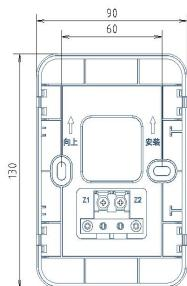
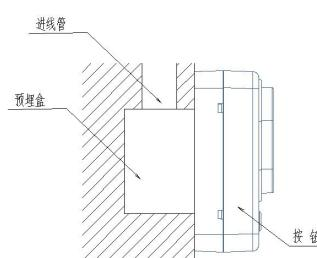

图 2 按钮底座尺寸
图 3 按钮安装方式
- 4、按钮安装时需要先安装底座，底座尺寸见图 2，从底座的进线孔中穿入电缆并接在相应的端子上，再将按钮接入按钮底座中即可。安装示意图见图 3。